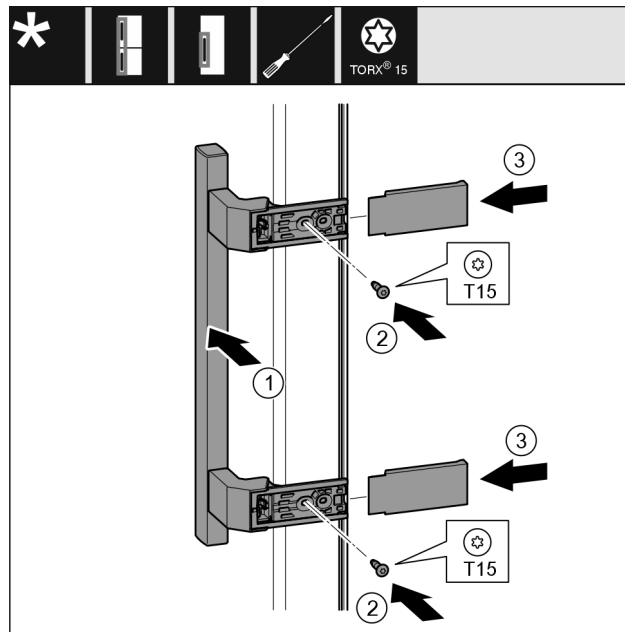

Fig. 20
- ▶ Helyezze fel a fogantyút Fig. 20 (1) a másik oldalra.
- ▶ Húzza meg a csavarokat Fig. 20 (2) csavarhúzóval.
- ▶ Helyezze fel a fedeleket Fig. 20 (3) oldalra, és tolja fel őket.